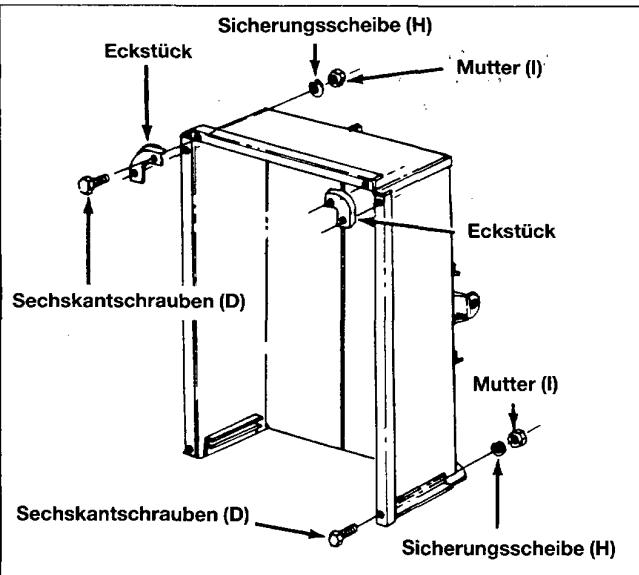

Bild 10
15. 2 Eckstücke vorne anbringen und 2 Schrauben durch Seiten teil und Rückwandverstärkung montieren. 6x12 mm Sechskantschrauben (D), Sicherungsscheiben (H) und Muttern (I) benutzen. Siehe Bild 10.